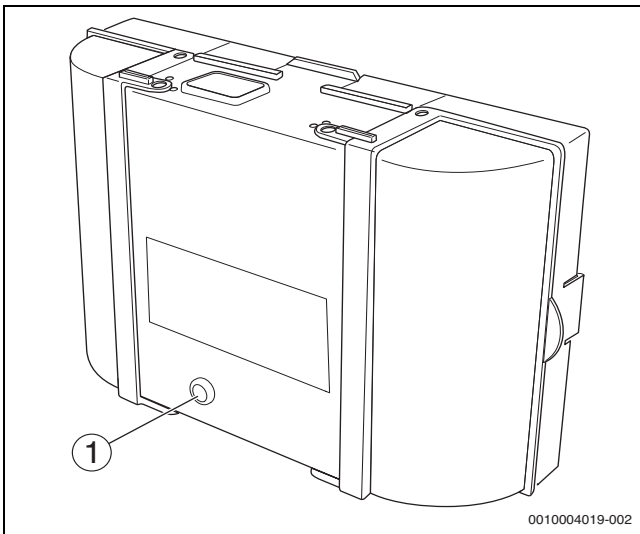

Bild 9 Störungen am Feuerungsautomaten zurücksetzen
- ▶ Reset-Taste am Feuerungsautomaten drücken (→Bild 9).